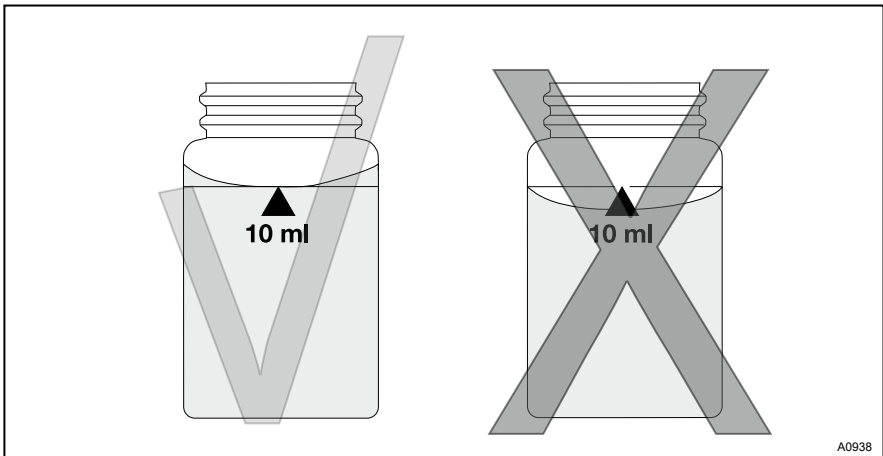

Fig. 2: Corretto riempimento della cuvetta sinistra = corretto / destra = errato
- 11.** ▶ Riempire la cuvetta come illustrato nella Fig. 2.
3. ➔ Riempire la cuvetta fino al segno dei 10 ml con il campione di acqua - vedere Fig. 2
8. ➔ Riempire la cuvetta fino al segno dei 10 ml con il campione di acqua - vedere Fig. 2